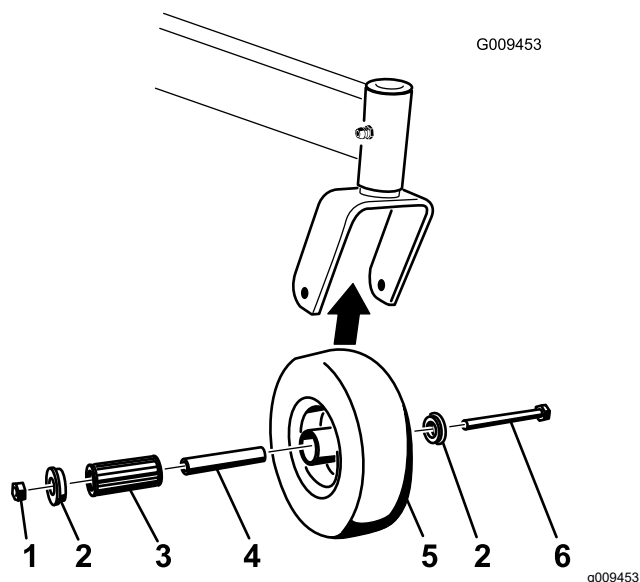

Figure 61
1. Enlevez le contre-écrou et le boulon de fixation de la roue pivotante à la chape (Figure 61).
- Enlevez une bague, puis sortez la douille pour clé et le roulement à rouleaux du moyeu de roue (Figure 61).
- Enlevez l'autre bague du moyeu, puis nettoyez la graisse et les saletés éventuellement présentes dans le moyeu (Figure 61).
Remarque: Remplacez les pièces endommagées ou usées (Figure 61).
- Placez une bague dans le moyeu de roue (Figure 61).
- Lubrifiez le roulement à rouleaux et la douille pour clé, et insérez-les dans le moyeu (Figure 61).
- Mettez la deuxième bague dans le moyeu (Figure 61).
- Montez la roue pivotante dans la fourche à l'aide du boulon et du contre-écrou (Figure 61).
- Serrez le contre-écrou jusqu'à ce que la base de la douille pour clé soit en appui contre l'intérieur de la chape (Figure 61).